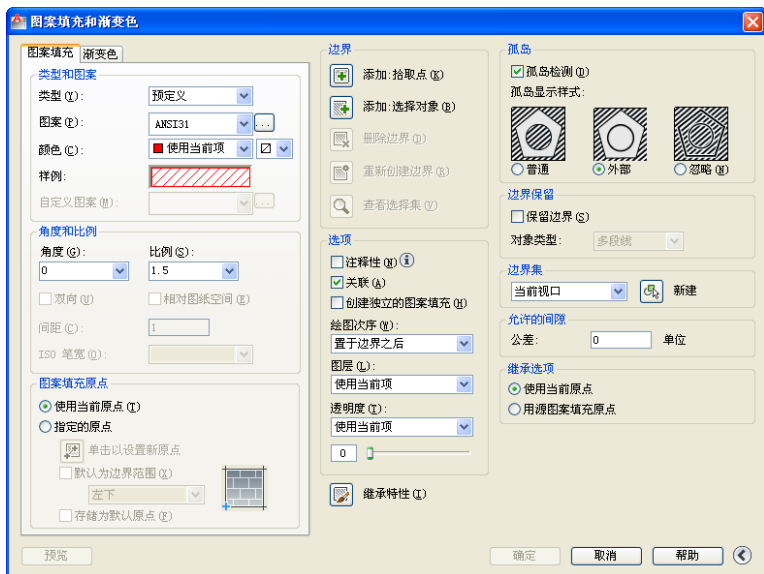

图 8-46 “图案填充和渐变色”对话框
(20) 绘制剖面线。在“图层”工具栏中,从图层列表中选择“标注及剖面线”层。接着单击“填充图案”按钮,打开“图案填充和渐变色”对话框。在“图案填充”选项卡上,从“类型和图案”选项组的“图案”下拉列表框中选择“ANSI31”;在“角度和比例”选项组中将角度设置为 0,将比例设置为 1.5,如图 8-46 所示。